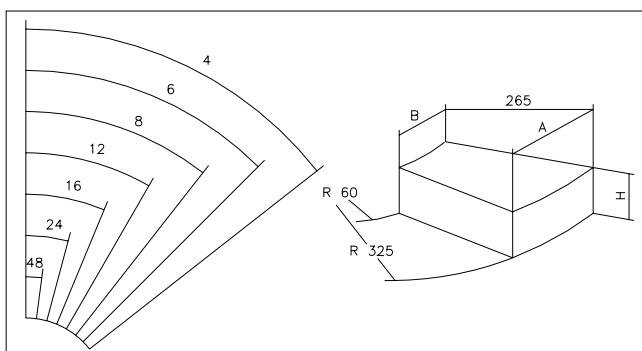

Abb. 11
- 2) Die Trennwände in die Mittelnabe der Trommel einsetzen oder von dort entfernen, Abb. 11;